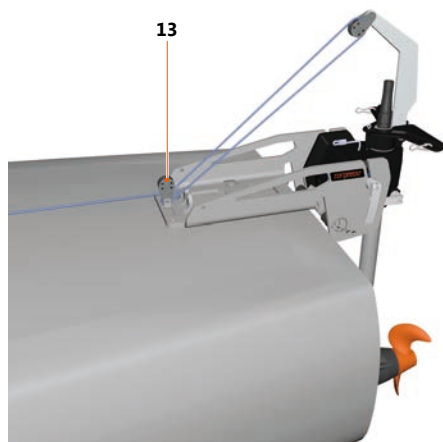

Fig. 24: Tirante modelli 1103 AC
1. Agganciare l'attacco a carabina del cavo di sterzo (11) nel braccio oscillante (12).
2. Far passare il cavo di sterzo (11) attraverso una delle due guide (10).
Per il modello 1103 AC è necessario far passare il cavo di sterzo (11) attraverso il tirante, vedere **"Fig. 24: Tirante modelli 1103 AC"**.
3. Fissare l'impugnatura sferica sull'estremità anteriore del cavo di sterzo (11).